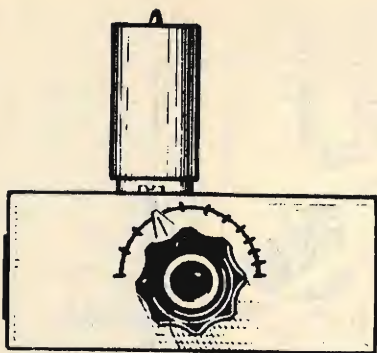

Fig. 3 - Così si presenta a montaggio ultimato l'apparecchio preselettore.
- 3 (fig. 3) - **PROVA TRANSISTORS** alta precisione (serve per il controllo di tutti i tipi PNP-NPN compresi i diodi). Prova del Ico e del Beta. **STRUMENTO CON SCALA** amplissima a doppia taratura 1 e 2 mA fondo scala. Completo di accessori, cavi e pinzette e talloncino di garanzia, vera occasione. **L. 9.500 + 1000 sp.**